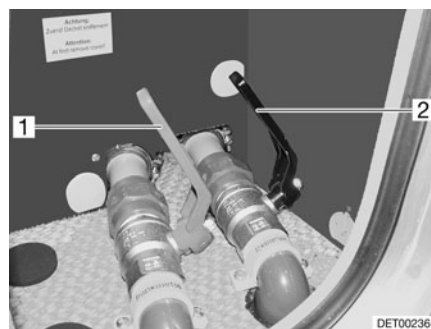

Fig. 174 Llave de desagüe en el doble fondo
La llave de desagüe (Fig. 174,1) está integrada en el doble fondo. La llave de desagüe está identificada con el rótulo "Wasser" (Agua).
- Abrir la llave de desagüe (Fig. 174,1). Se vacía el agua.